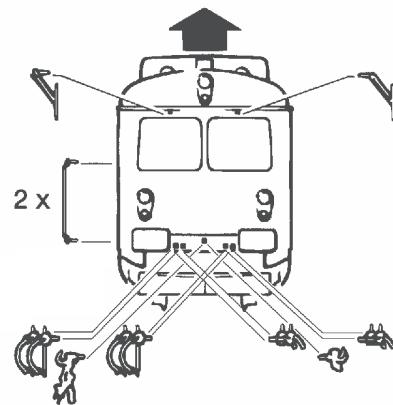

Fig. 2
**2. Graissage:** N'appliquez **qu'une tout petite goutte** aux endroits indiqués par le plan de graissage (fig. 6) après avoir démonté la caisse de la locomotive (fig. 2). Nous vous recommandons le **graisseur à huile ROCO réf. 10906**. Pour graisser les engrenages (roues dentées, vis sans fin) nous vous conseillons la **graisse spéciale ROCO réf. 10905** pour engrenages en matières synthétiques. Lorsque vous utilisez cette graisse il faut éviter d'huiler ces composants.
**4. Remplacement des balais du moteur:** Démontez la caisse (voir fig. 2). Démontez ensuite le moteur et échangez le balais (fig. 5).
voir } Fig.2
1. siehe } Fig.2